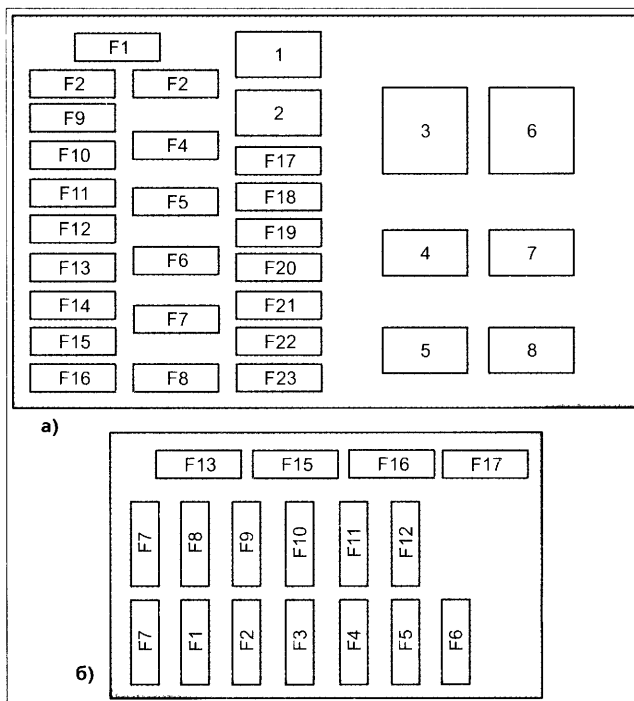

Рис. 5. Монтажные блоки Mitsubishi Carisma
- F2, F5, F15 — цепи главного реле питания ЭСУД (монтажный блок в моторном отсеке у правого крыла, см. рис. 5а);
- F3, F4, F7 — цепи питания ECM (монтажный блок слева под торпедой, см. рис. 5б)